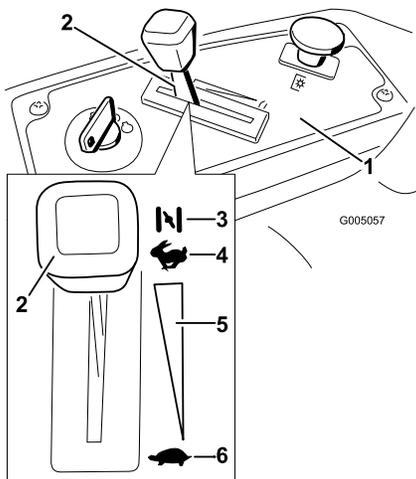

Bild 11
3. Stellen Sie den Gasbedienungshebel auf Choke (Bild 11), bevor Sie einen kalten Motor anlassen.
5. Schieben Sie den Gasbedienungshebel, sobald der Motor angesprungen ist, auf Schnell (Bild 11). Stellen Sie, wenn der Motor aussetzt oder unregelmäßig läuft, den Gasbedienungshebel für ein paar Sekunden wieder zurück auf Choke. Wiederholen Sie diesen Vorgang nach Bedarf.
3. Drehen Sie den Zündschlüssel auf „Aus“ (Bild 11).